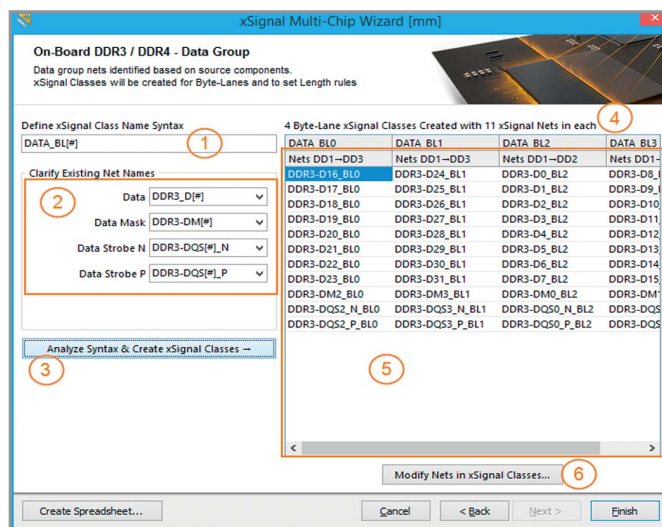

Рис. 11. Идентификация всех цепей, входящих в шину данных в xSignal Wizard
Последний этап работы Мастера – это идентификация всех цепей, входящих в шину данных – Data Group Nets (см. рис. 11). Последовательность
3. Как только синтаксис имён определён, нужно нажать кнопку Analyze Syntax and Create xSignal Classes (см. рис. 11) для создания списка маршрутов xSignal. Мастер маршрутов xSignal просмотрит синтаксис и то, как соединены компоненты, а также сформирует перечень классов маршрутов xSignal (xSignal Classes). Количество создаваемых классов совпадает с количеством шин данных, соединённых с модулями памяти.